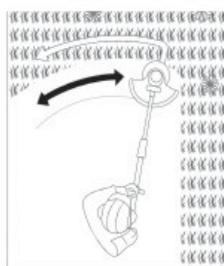

Fig. 17
4. Déplacer lentement et régulièrement le produit de gauche à droite en formant un arc avant de revenir à la position de départ pour couper la zone suivante (Fig. 17).